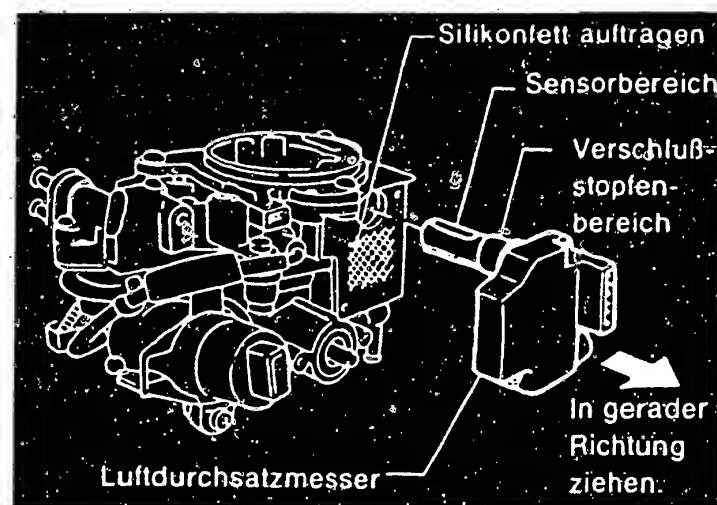

Bild 19 Ausbau des Luftmassen-Messgerätes am Drosselklappengehäuse der Einspritzanlage.
- Vor dem **Ausbau** des Luftmassenmessers, das am Drosselklappengehäuse angebaut ist, muss der Drosselklappenschalter entfernt werden. Beim Herausziehen in waagrechter Stellung ist darauf zu achten, dass der Bereich um den Verschlussstopfen nicht beschädigt wird (Bild 19). Der Sensor darf **nicht** mit den Fingern berührt werden und beim **Einbau** ist auf die Passfläche Silikonfett aufzutragen, damit die Wärmeabfuhr gewährleistet ist.